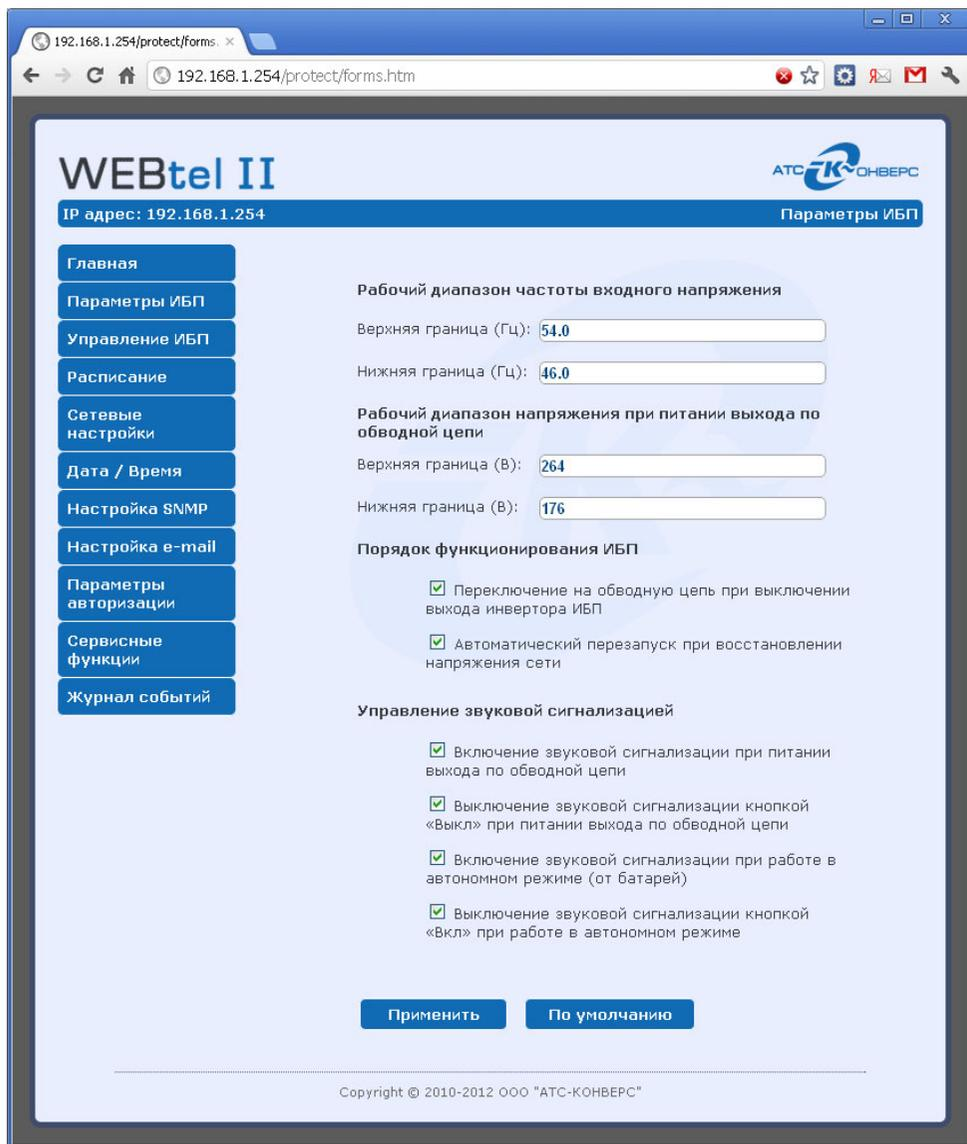

Рисунок 5 - Страница настройки параметров ИБП
5.3.5. Страница настройки параметров ИБП отображается в правой части окна WEB-браузера (рисунок 5).